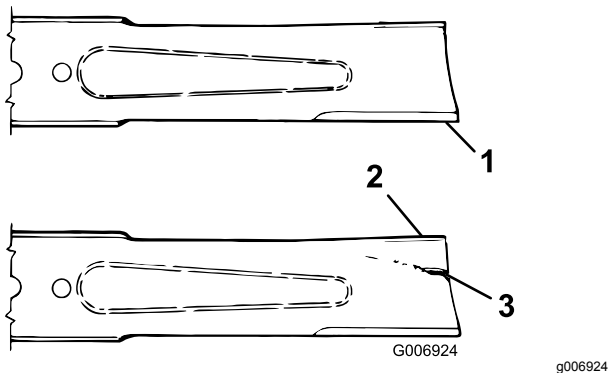

Figura 96
3. Examine cuidadosamente los extremos de corte de la cuchilla, sobre todo en el punto de reunión entre la parte plana y la parte curva de la cuchilla (Figura 96).
4. Si se aprecia desgaste (Figura 96), cambie la cuchilla; consulte Retirada e instalación de una cuchilla (página 68).